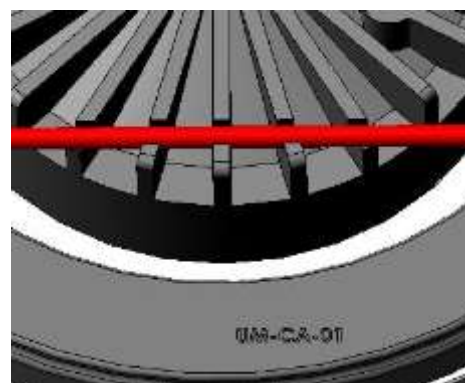

Fig. 37
- D. Assurez-vous de remplacer correctement les ressorts dans leur siège (fig. 37).